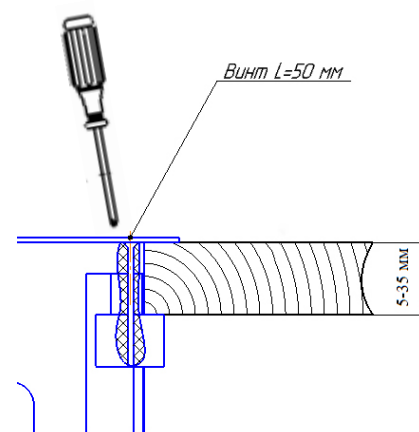

Рис. 4
4. Установить люк в монтажное отверстие и зафиксировать люк по толщине фальшпола, вращая винты монтажных зажимов 2 (см. раздел 2) (рис. 4).